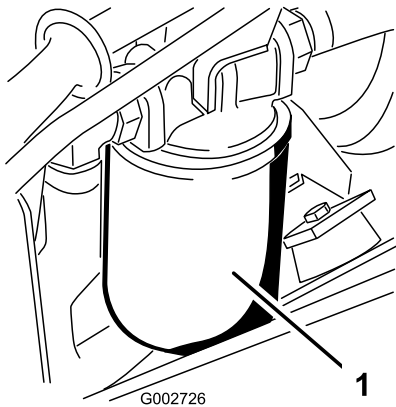

Figura 39
3. Coloque un recipiente debajo del filtro de aceite hidráulico que está situado en el lado izquierdo de la máquina (Figura 39).